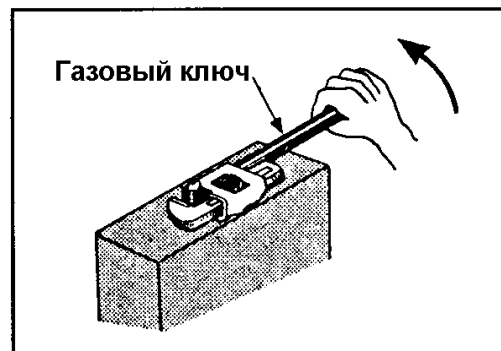

Рис. 5-13 Удаление сломанного болта
2). Если обломок болта выступает над поверхностью на достаточную длину, то смотри рис. 5-13.